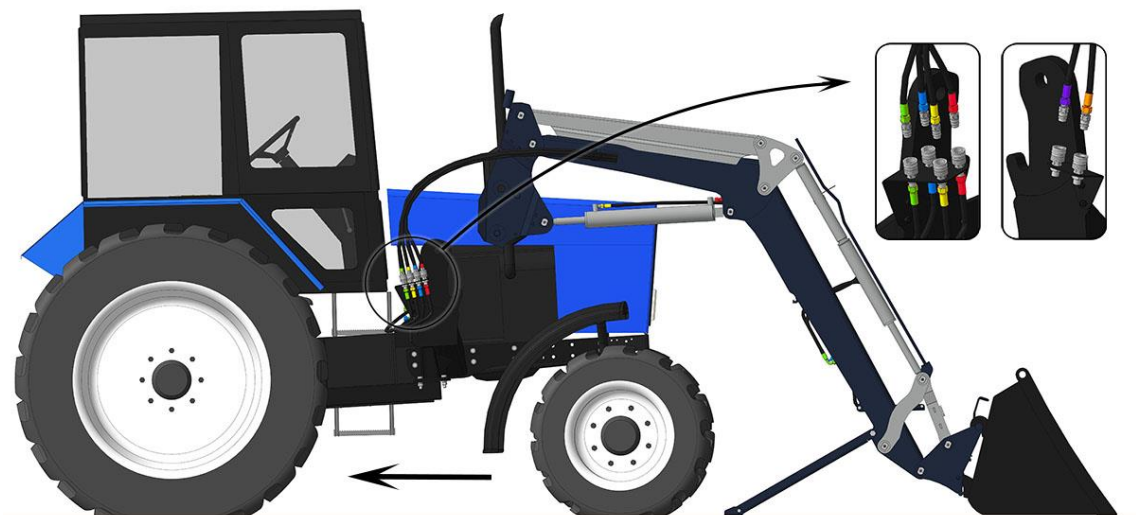

Рис. 2.7 – Отъезд трактора
- Отсоедините гидравлические БРС и плавно отъезьте на тракторе от погрузчика (рис. 2.7).